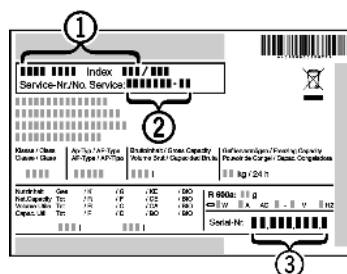

Fig. 29
- ▶ Očitajte naziv uređaja Fig. 29 (1), servisni broj Fig. 29 (2) i serijski broj Fig. 29 (3) s tipske pločice. Tipska pločica nalazi se na lijevoj unutarnjoj strani uređaja.